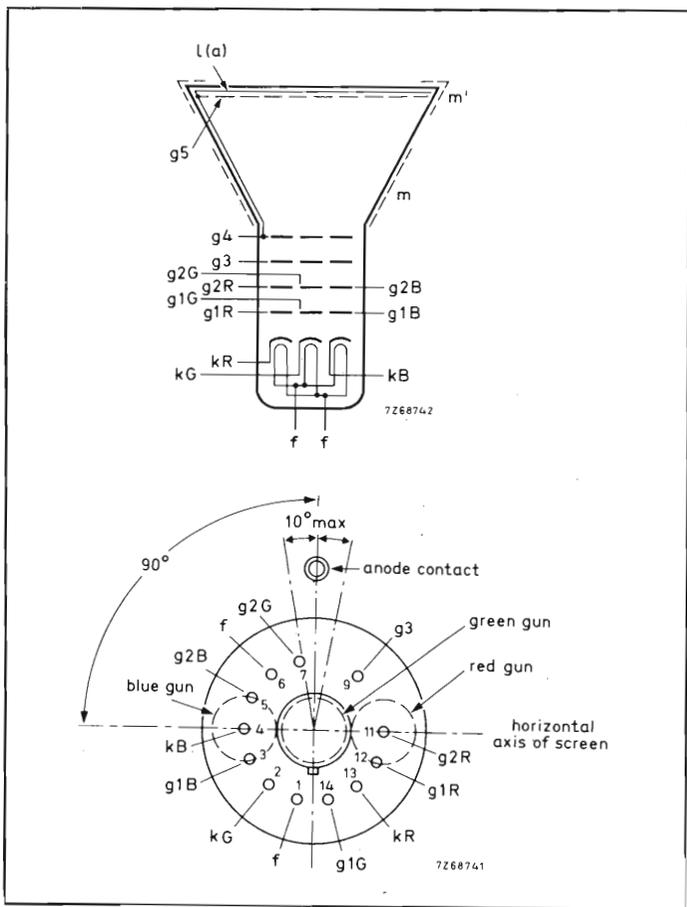

Fig. 14 - Schema elettrico del sistema elettrodotico di un cinescopio per 20AX.
I tre cannoni elettronici hanno ciascuno i propri elettrodi separati; difatti, i collegamenti del catodo (K), della griglia di controllo (G1) e della griglia schermo (G2) si trovano separati l'uno dall'altro sullo zoccolo del cinescopio (fig. 14). Ciò permette di poter usare l'uno o l'altro